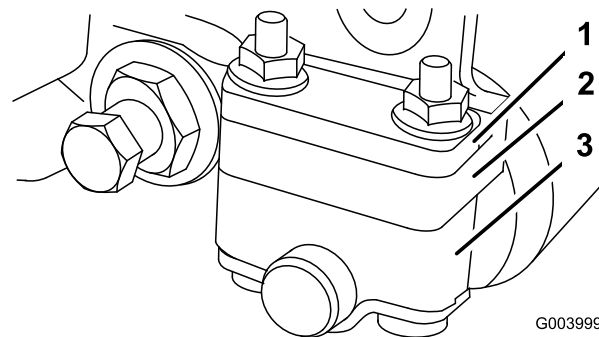
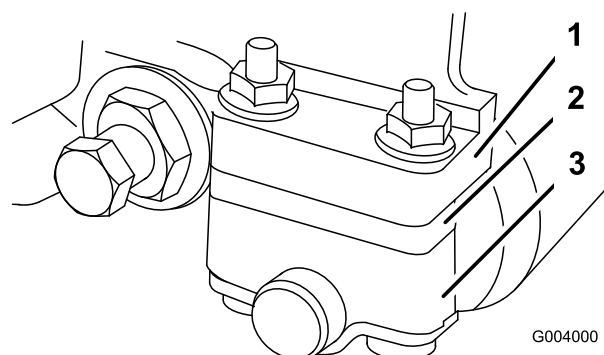

Figura 47
Figura 48
1. Regolate le staffe del rullo posteriore nella posizione superiore o inferiore, secondo il range di altezza di taglio preferito (Figura 47 e Figura 48).
- Con un range di altezze di taglio da 3,2 mm a 25,4 mm collocate il distanziale sotto la flangia di montaggio della piastrina laterale (Figura 48).